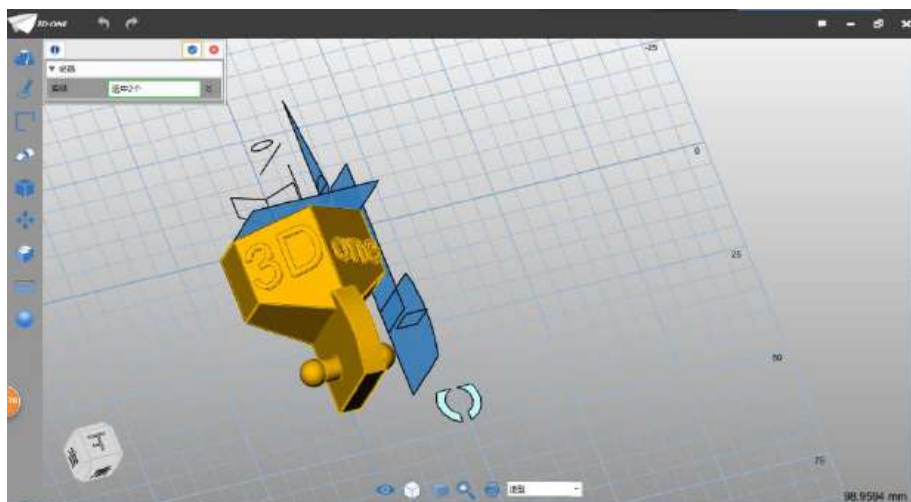

图 3-35
Step 35 点击确定，完成组合。选择显示命令 ，将身体部分显示出来，如下图 3-35 所示：